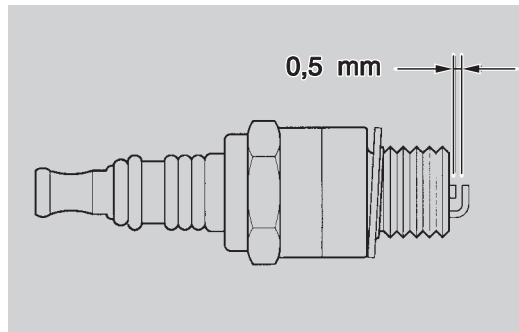

Abb. 50
- Elektrodenabstand (Abb. 50) mit einem Dickenmesser prüfen. Der Abstand sollte **0,5 mm** betragen, ggf. kann man versuchen die Masseelektrode vorsichtig zu biegen, um den notwendigen Abstand wieder herzustellen.